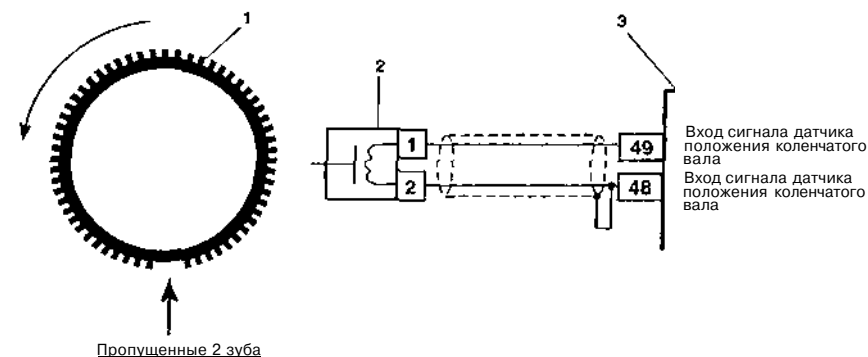

Рис. 3.3.5. Схема проверки датчика положения коленчатого вала: 1 - маховик; 2 - датчик положения коленчатого вала; 3 - контроллер.
3.3.6. Ошибка сигнала датчика положения коленчатого вала (рис. 3.3.5)